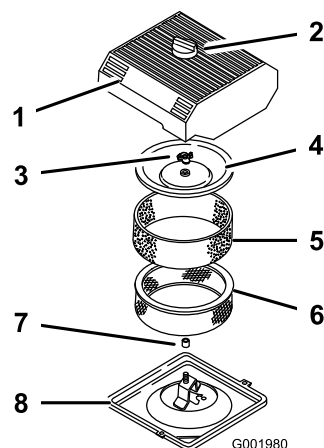

Figura 39
3. Limpie alrededor del limpiador de aire de forma que la suciedad no penetre en el motor y cause daños (Figura 39).
4. Afloje el pomo de la tapa del limpiador de aire y retire la tapa (Figura 39).
5. Deslice cuidadosamente el filtro de gomaespuma para separarlo del filtro de papel (Figura 39).
6. Desenrosque la tuerca de la tapa y retire la tapa y el filtro de papel (Figura 39).
1. Deslice cuidadosamente el filtro de gomaespuma sobre el filtro de papel (Figura 39).
3. Coloque la tuerca de la tapa con la presión de los dedos solamente contra la tapa (Figura 39).
4. Instale la tapa del limpiador de aire y el pomo (Figura 39).